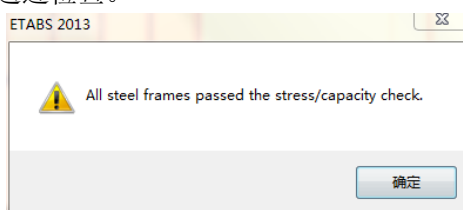

图 8-9 校核构件截面的提示信息
8. 使用菜单：**设计>钢框架设计>校核通过截面**命令，将出现如图 8-9 所示的对话框，提示全部构件均通过检查。